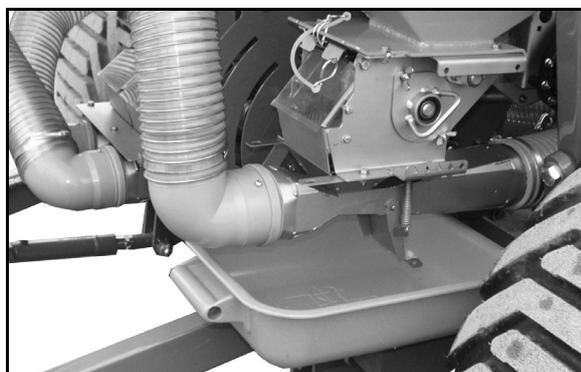

Fig. 113
- Absperrhahn (Fig. 113/1) in Position **B** halten,